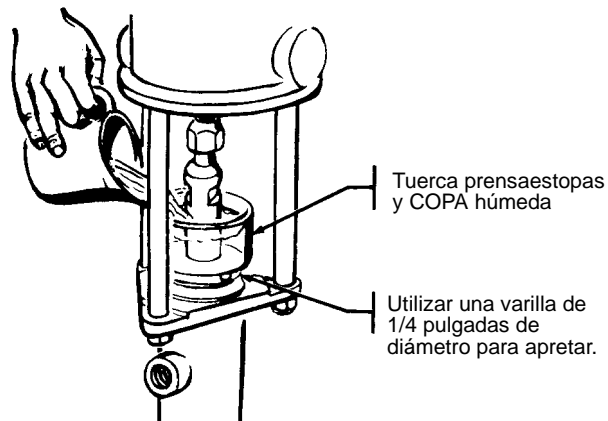

Fig. 2
Llenar la tuerca prensaestopas/copa húmeda (4) a la mitad de su capacidad con líquido de estanqueidad para gargantas (TSL) Graco o con un disolvente compatible. Ver Fig. 2. Mantener la copa constantemente llena para contribuir a evitar que el fluido que se está bombeando se seque sobre el vástago de desplazamiento y dañe las guarniciones de la garganta.